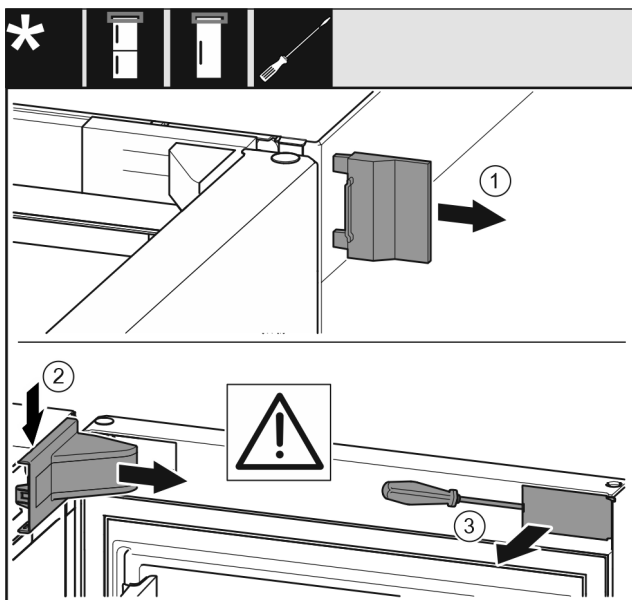

Fig. 8
- Сваляте външния капак Fig. 8 (1).
- Освободете и сваляте капака на лагерната стойка Fig. 8 (2).
- Освободете капачката Fig. 8 (3) с плоска отвертка и я завъртете настрани.